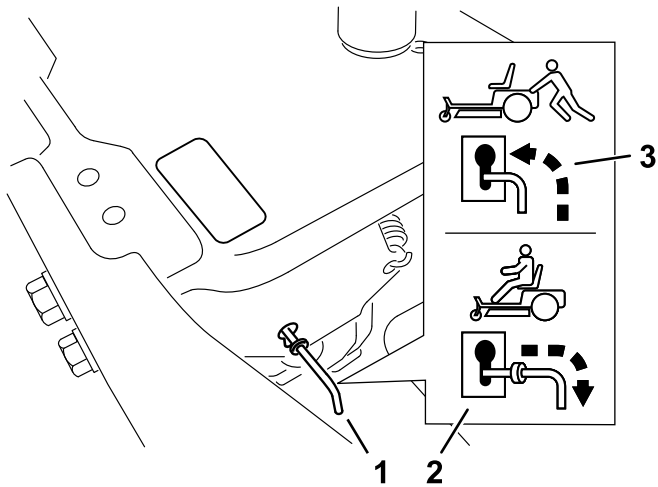

Figura 27
- Mueva las palancas de desvío hacia delante a través del orificio y hacia abajo para bloquearlas en esa posición (Figura 27).
Mueva las palancas de desvío hacia atrás a través del orificio y hacia abajo para bloquearlas en esa posición, según se muestra en Figura 27.